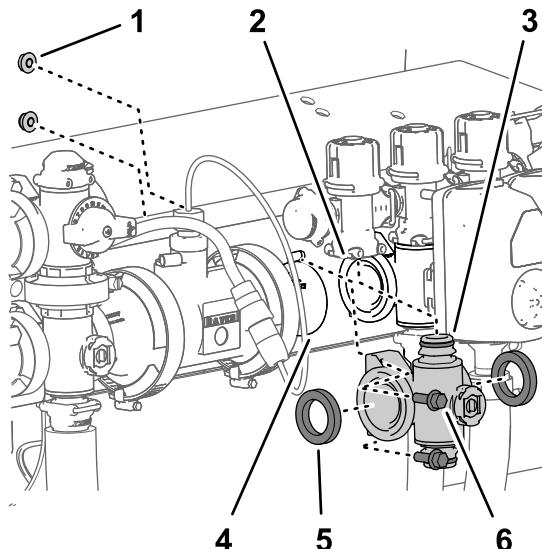
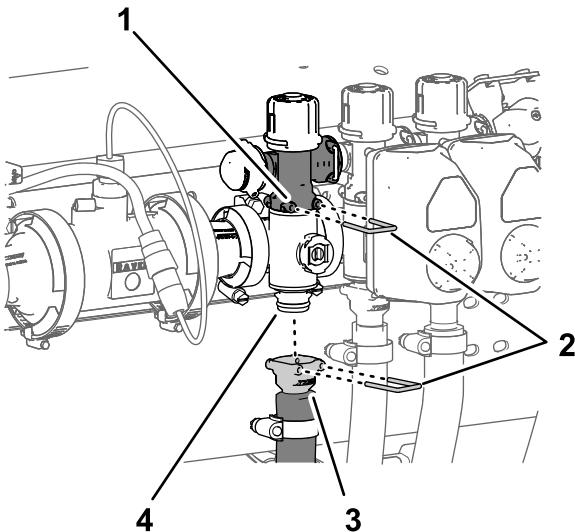

Figura 127
Figura 128
1. Alinee las 2 juntas que retiró en Retirada del distribuidor de sección \(página 89\) con las bridas del distribuidor de la válvula de sección (Figura 127).
2. Alinee la brida del distribuidor de la válvula de sección entre las bridas de las otras válvulas de sección y/o los adaptadores de acoplamiento (Figura 127).
3. Conecte el acoplamiento rápido del distribuidor de la válvula de sección al acoplamiento rápido hembra de la válvula de desvío de sección con una grapa (Figura 127 y Figura 128).
(Figura 127) con los 2 pernos con arandela prensada ($\frac{1}{4}$ " x $\frac{3}{4}$ ") y las 2 contratuerca prensadas ($\frac{1}{4}$ ") que retiró en Retirada del distribuidor de sección \(página 89\).
8. Monte el acoplamiento rápido de la manguera de sección en el acoplamiento rápido del distribuidor de la válvula de sección con la grapa (Figura 128).